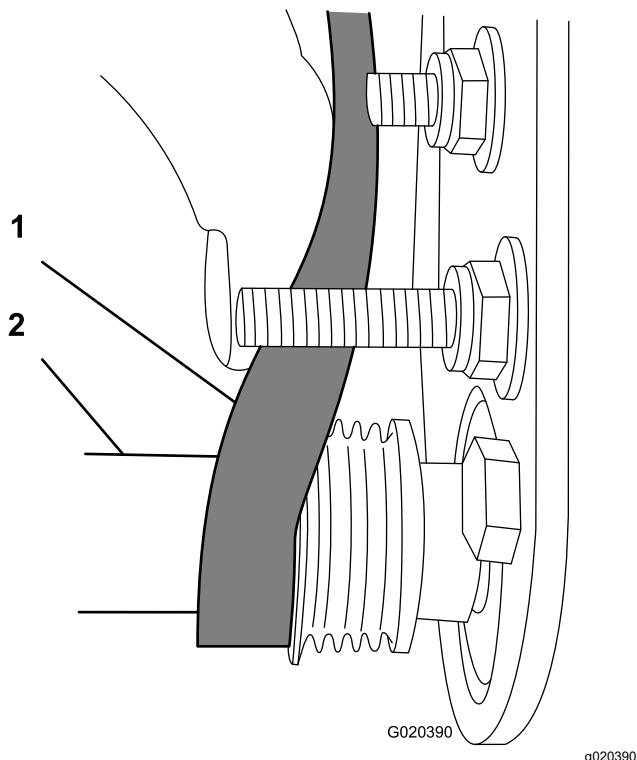

图 27
- C. 使用 9/16 英寸 深套管旋转滚筒刷组件并把皮带引入从动皮带轮 图 27。